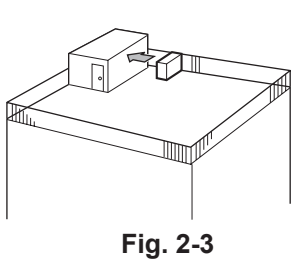

Fig. 2-3
- Orienté la salida de aire hacia la pared más cercana disponible a unos 500 mm, 19-11/16 pulgadas de distancia de la pared. (Fig. 2-3)